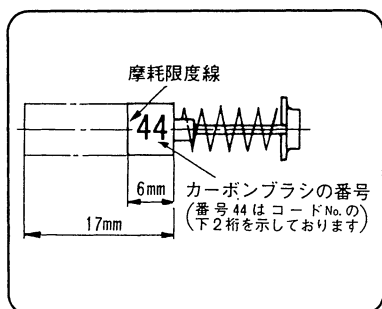

図 43
カーボンブラシの磨耗が大きくなりますと、モーター故障の原因となりますので、長さが消耗限度線（6 mm）ぐらいになりましたら新品と交換してください。（図 43）
- 注** ● 新品と交換の際は、必ず図示番号（44）の日立カーボンブラシをご使用ください。（図 43）